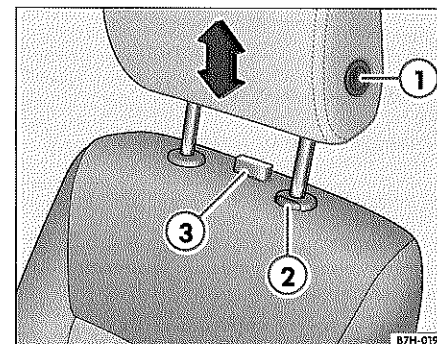

Fig. 21 Ajuste de la altura de los apoyacabezas
- Pulse las teclas ⇒ fig. 21 ① o ② (según la versión), y manténgalas pulsadas.